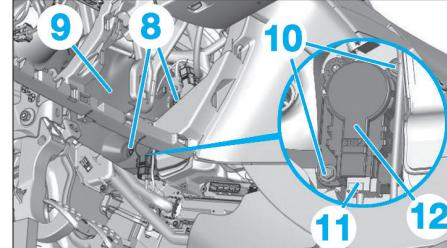

Fig. 25
- Déposer les 2 pions plastiques (8) (Fig.25).
- Ecartez l'insonorisant du motoventilateur (9) vers le haut.
- Déposer les vis (10) du motoréducteur (12).
- Débrancher le connecteur (11).
- Déposer le motoréducteur (12).